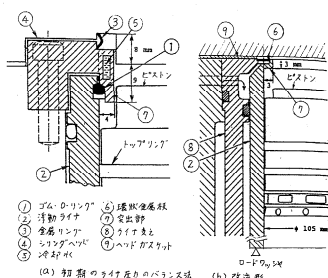

図7 ピストン摩擦力測定法
古浜 一番始めはこれですよ。ここへOリングを入れた、ただ図7の⑦がシリンダ内面よりあんまり出っ張り過ぎているのでその後少しずつ改良した、これで測れたのはこの図8ですね。これを測った時は、さすがに拍手喝采だった(笑い)。